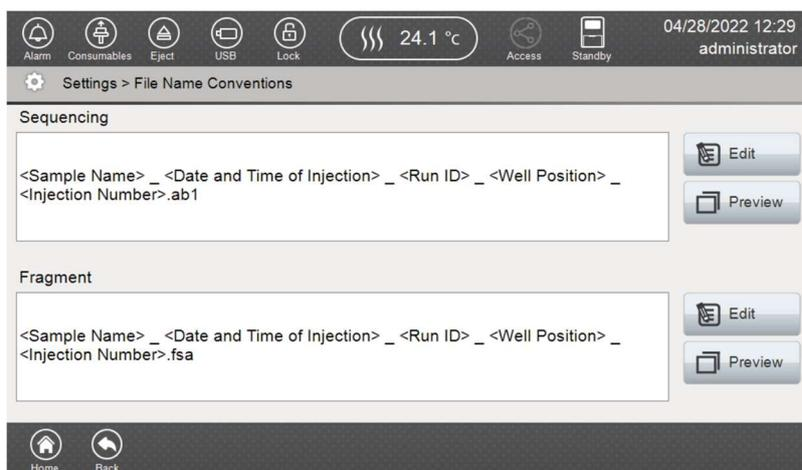

図 169 File Name Conventions 画面
2. シーケンスとフラグメント解析の設定が表示されます。（図 169） <>で囲まれた属性は、（\_）で区切られます。この画面の file name conventions をプレビューや編集することができます。
3. File Name Conventions を編集するために **Edit** を選択します。（図 169）